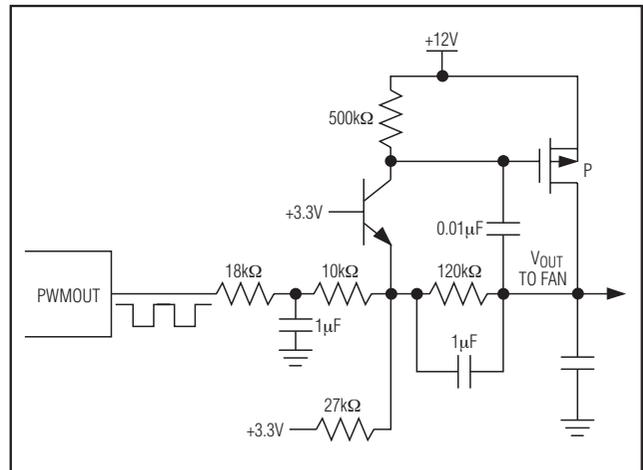

图6. 用PWM-DC转换电路驱动风扇
- 2) PWMOUT被转换为(使用外部电路)与占空比成正比的直流电压。这个受占空比控制的电压被用作风扇的电源。这种方法比1)的效率低，但是风扇的工作更安静。图6给出了一个将PWM信号转换为直流电压的电路实例。由于该电路在PWMOUT = 0V时产生满量程输出电压，因此，寄存器02h中的D4位应当被设定为0。
频率选择寄存器用来控制PWM信号的频率。用PWM信号来调制风扇的电源时，应当使用低的PWM频率(通常33Hz)，以便确保无刷直流电机电路有充足的工作时间。使用PWM-DC转换电路驱动风扇时，如图6所示，应当采用最高的可用频率(35kHz)，以便减小滤波电容的尺寸。使用带PWM控制输入的风扇时，通常也需要较高的频率，尽管一些风扇的PWM输入也可接受低频驱动。